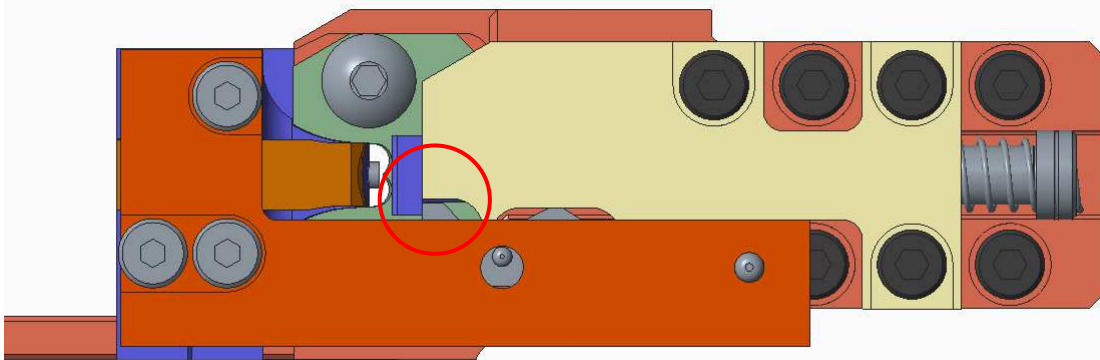

Figura 29
- d. Installare la cesoia, il pistone e il fermo come illustrato nella Figura 29.
1. Il pistone preme la sezione sollevata sul fermo e si inserisce in un punto avvallato (vedere Figura 29).